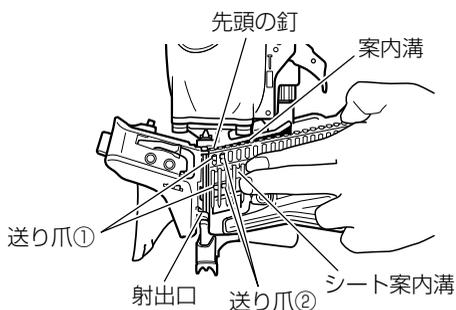

図 12
先頭の釘を射出口の中に入れ、2本目の釘を送り爪①と送り爪②の間に入れます。(図 12)
(3) 釘ガイドを閉じる